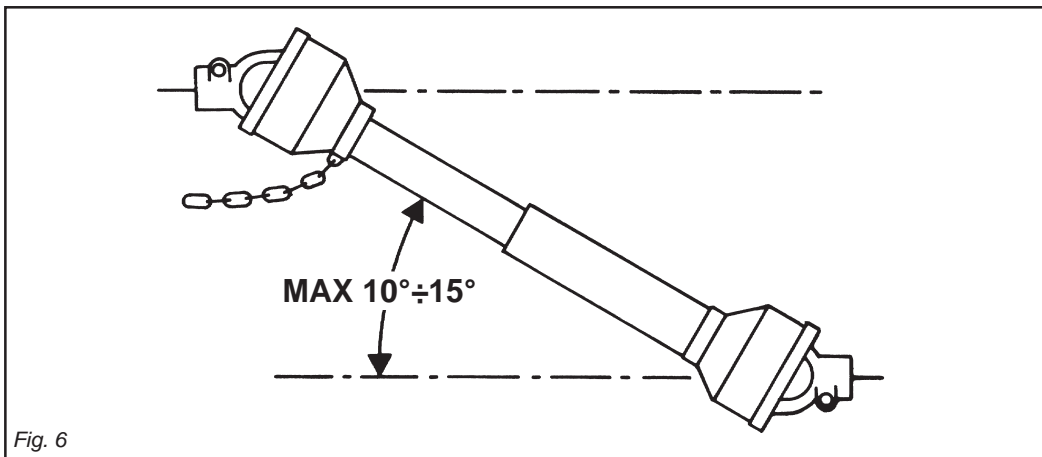

Fig. 6
- 41)** Disinserire, sempre, la presa di forza quando l'albero cardanico fa un angolo troppo aperto (mai oltre i 10 gradi - Fig. 6) e quando non viene usata.
- 41)** Always disengage the pto when the cardan shaft is set at an excessively open angle (never beyond 10 degrees - Fig. 6) and when it is not in use.
- 41)** Débrayez toujours la prise de force quand l'angle de l'arbre à cardans est trop ouvert (jamais plus de 10 degrés Fig. 6) et lorsque vous ne devez pas l'utiliser.
- 41)** Die Zapfwelle immer ausschalten, wenn die Gelenkwelle einen zu großen Winkel einnimmt (nie über 10 Grad - Abb. 6) und wenn sie nicht gebraucht wird.
- 41)** Desactivar, siempre, la toma de fuerza cuando el árbol cardánico hace un ángulo demasiado abierto (nunca superar los 10 grados - Fig. 6) y cuando no la usamos.